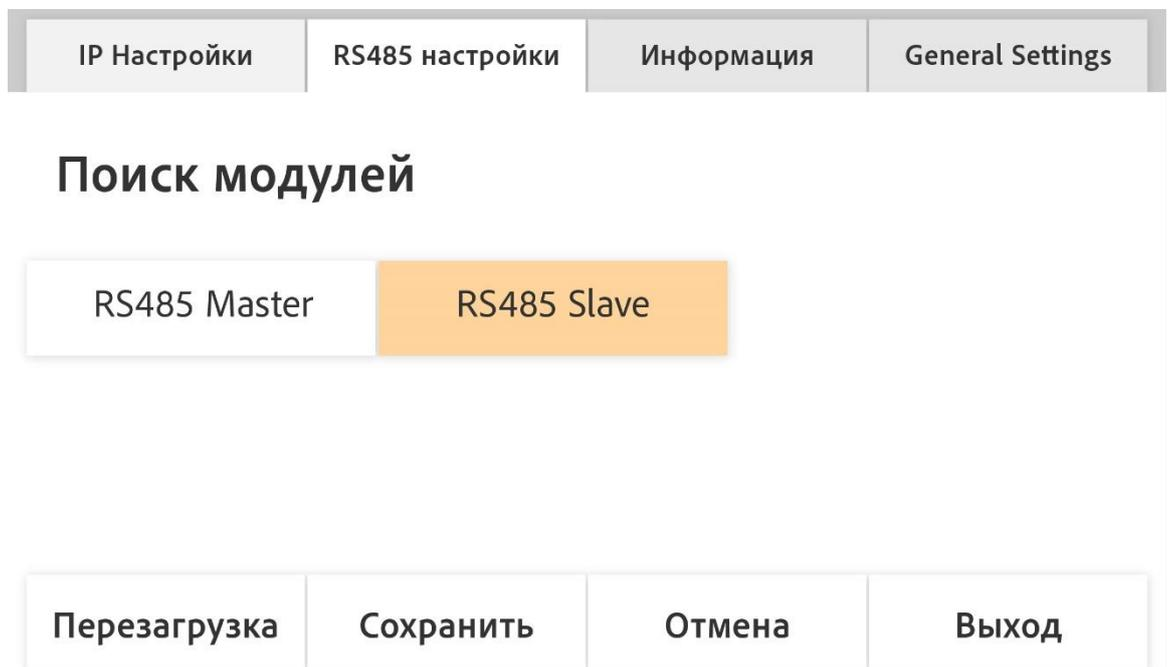

Рисунок 6. Режим «RS485 Slave».
8. Если пульт подключен по интерфейсу RS-485, выберите режим «RS485 Slave», см. Рисунок 6. После изменения любого параметра, нажмите «Сохранить».